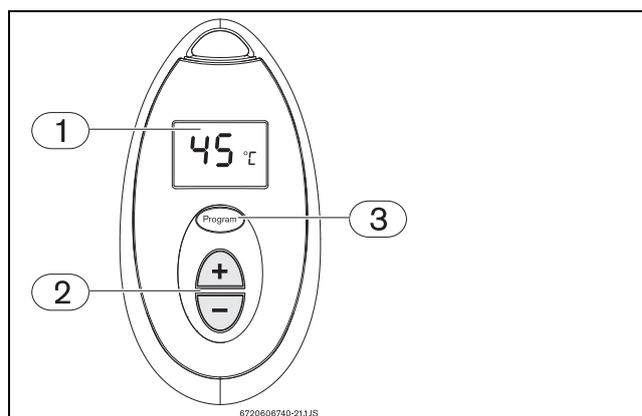

Fig. 7 Memorizzazione della temperatura dell'acqua
- Premere il tasto \oplus o \ominus sul telecomando (Fig. 7, pos. 2) fino a visualizzare la temperatura desiderata sul display del telecomando (Fig. 7, pos. 1).
- Per memorizzare la temperatura selezionata, premere il tasto "Program" sul telecomando (Fig. 7, pos. 3) per circa 3 secondi.